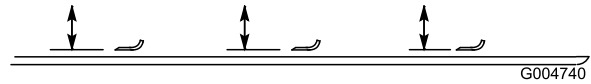

Рисунок 84
2. Поверните нож так, чтобы его концы были направлены вперед и назад, и измерьте расстояние между внутренней частью деки газонокосилки и режущей кромкой в передней части ножа (Рисунок 84).